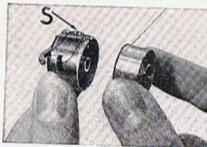

Abb. 15
**Das Einfädeln der Spulenhülse** (Abb. 15, 16 und 17).
Die mit Garn gefüllte Spule nehme man so in die rechte Hand, daß der Faden von links nach rechts abläuft (Abb. 15). Mit der linken Hand ergreife man die Spulenhülse und setze die Spule in sie hinein (Abb. 15).
geändert zu werden. Sollte sich die Notwendigkeit hierzu ergeben, wird die Spulenfadenspannung durch die Schraube S (Abb. 15) geregelt. Auch hier erreicht man durch Rechtsdrehung eine Verstärkung, durch Linksdrehung eine Lockerung der Spannung.